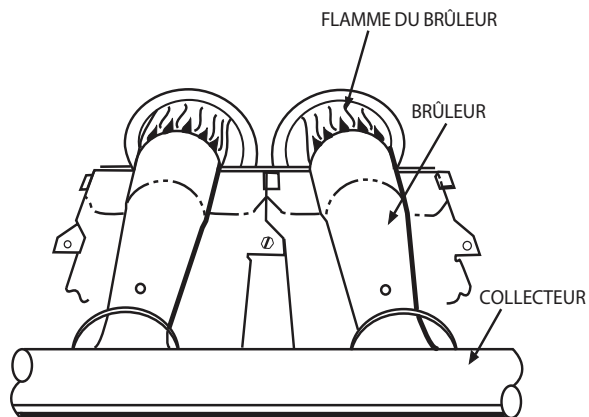

Fig. 8 – Brûleur monoport
1. Inspection de tous les passages de produits de combustion, y compris les brûleurs, l'échangeur de chaleur et la boîte collectrice de produits de combustion, assurez-vous que les flammes du brûleur sont de couleur bleue et réglées de façon adéquate. Consultez la Fig. 8 pour obtenir des renseignements sur la flamme du brûleur.